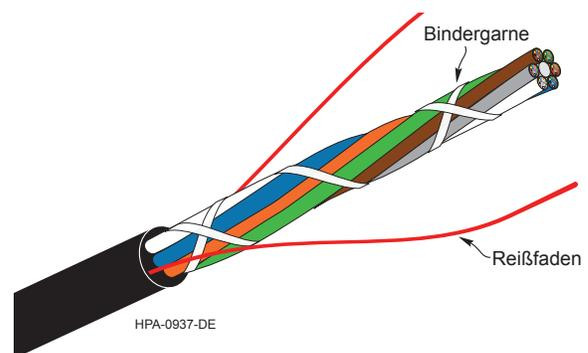

Abbildung 4
Schritt 6: Mit den Fingern die eingeritzten Teile des Außenmantels am Ende des Kabels entfernen, um die Reißfäden und die Kabelbindergarne freizulegen (Abbildung 4).